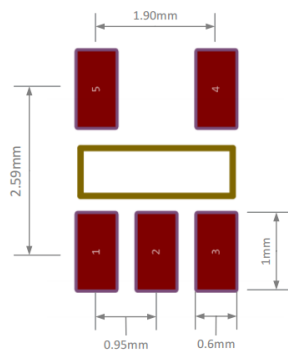

图 2 封装 SOT\_PDS
按照图 2 给出的封装设计要求，设计 PDS 器件的封装，并将封装命名为 SOT\_PDS，设计完成后保存，并将其与试题一中定义的器件 PDS 相关联。
- 焊盘形状均为矩形，按照图 2 给出的顺序排列。